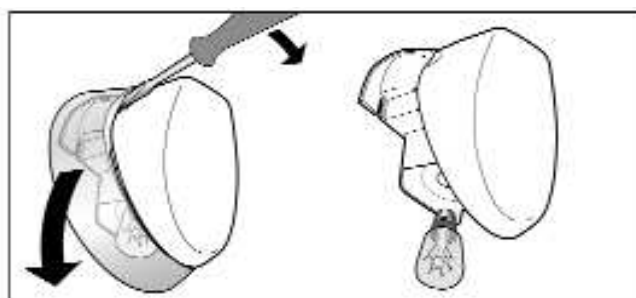

fig. 10
- **fig. 10** (pentru modelul BEAA 35 P/PS, BAN 35 V, NBAA 14 VNX, NBAA 13 VNX);